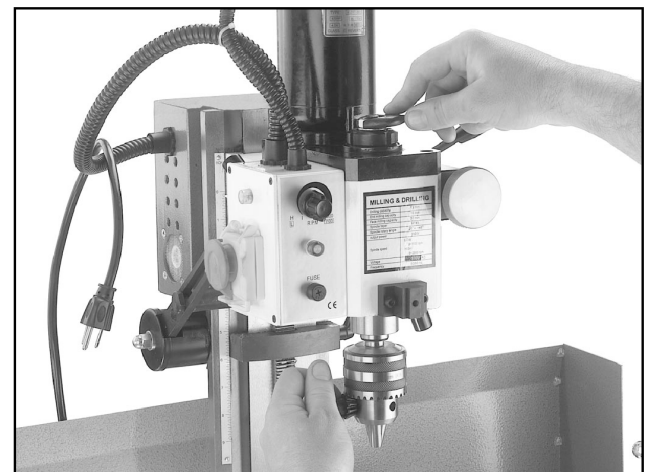

Fig 9. Ta bort låsemutteren.
3. Bruk 19 mm skrunøkkel som **fig. 9** for å ta bort spindelens spenningsmutter.